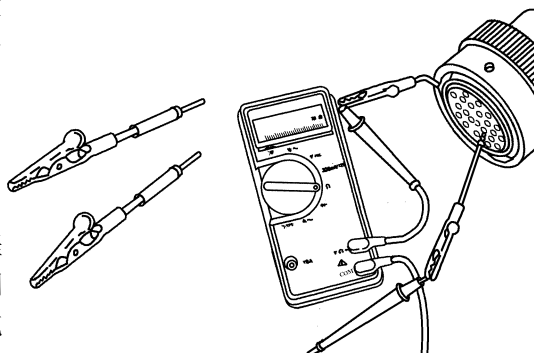
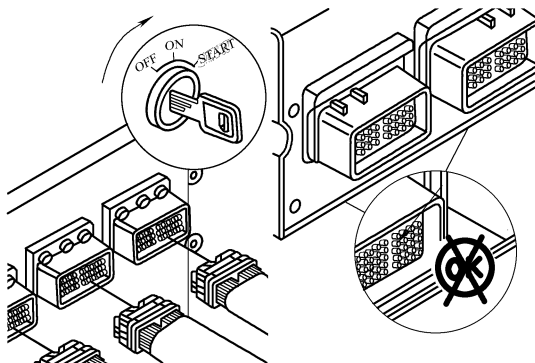

图 4-12 一支表笔接触线束接头一个触针, 另一表笔与其他所有触针逐一接触, 测量电阻
图 4-13 电压检查, 断开插头,
② 用万用表的两支表笔接触两个触针, 如图 4-12 所示。之后, 用其中一支表笔接触线束侧的所有其他触针, 读取万用表显示值。万用表读数必须大于 $100\text{k}\Omega$, 即电路是开路。如果电路不是开路, 即电阻不大于 $100\text{k}\Omega$, 说明触针之间存在接触。应检查插头中是否有湿气, 这可能是触针之间连接出现问题。
(10) 电压检查
① 电压检查是测量两点之间的电位差, 具体过程是: 拔下要测试的插头, 打开钥匙开关(钥匙开关转到 ON 位置), 确定要测试的触针, 将万用表调整到交流电压(V~)或直流电压(V-)档位, 如图 4-13 所示。